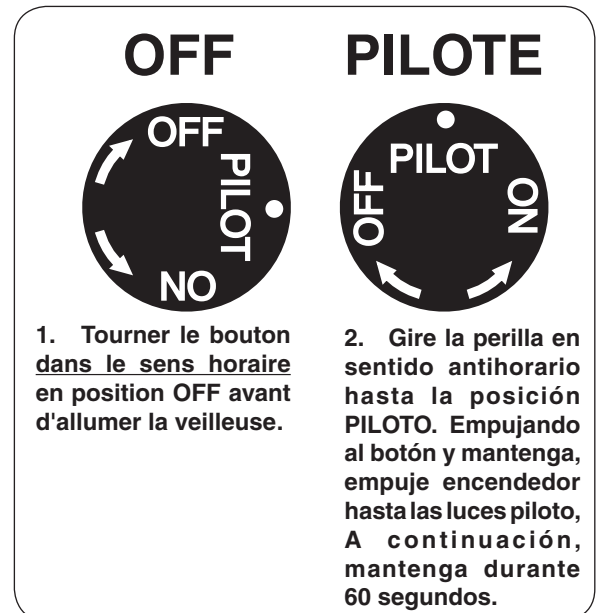

Fig. 20-1 Détail bouton de commande (OFF, PILOTE)
1. Localiser la vanne sur le côté gauche de l'appareil. Appuyer sur le bouton de contrôle du gaz et tourner dans le sens horaire en position **OFF** (Fig. 20-1).
2. Tournez le bouton de réglage dans le sens antihoraire pour **PILOTE** (Fig. 20-1). Appuyez sur le bouton de commande **fermement et pleinement** enfoncée. Empuje el botón del encendedor piezoeléctrico Varias veces hasta las luces piloto. Continuez à tenir le bouton de commande pendant environ 60 secondes après que le pilote est allumé, puis relâchez le bouton. Le pilote reste allumé.